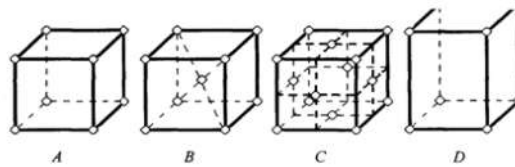

Рис. 2
**№ 16. Какие из представленных на рисунке элементарных ячеек кристаллических решеток относятся к простым (рис. 2)?**